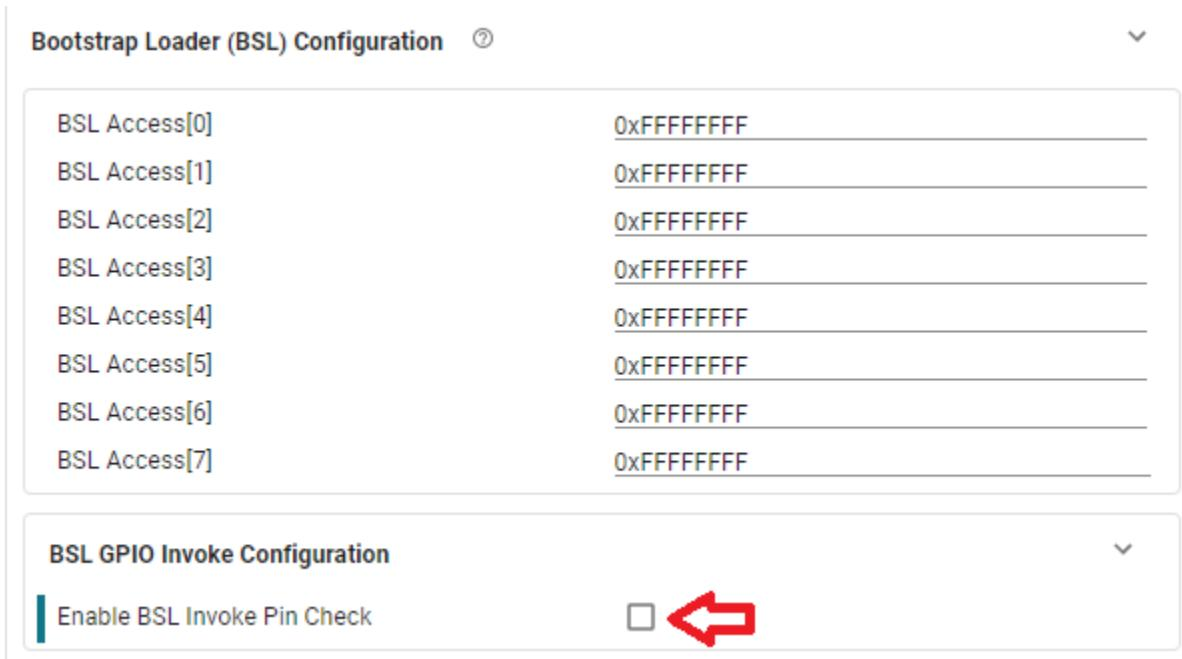
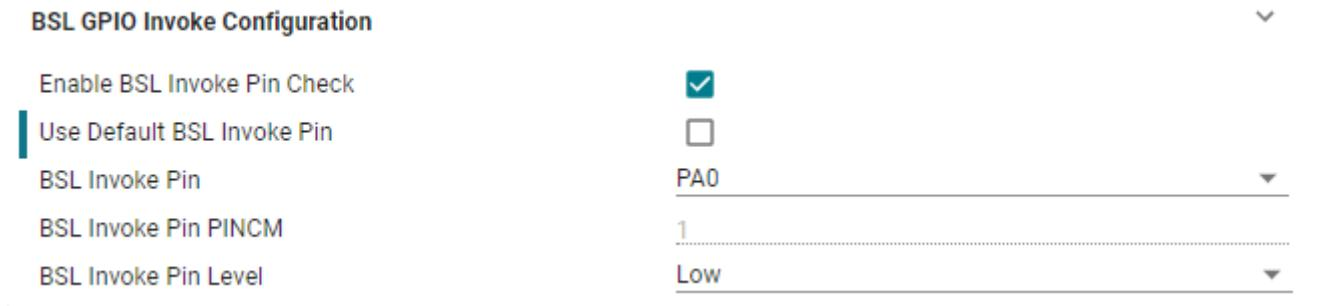

图 2-2. 禁用 PA18 BSL 调用函数
图 2-3. 选择其他引脚作为 BSL 调用
2. 禁用图 2-2 中显示的 PA18 BSL 调用函数，或选择图 2-3 中显示的另一个 BSL 调用引脚。